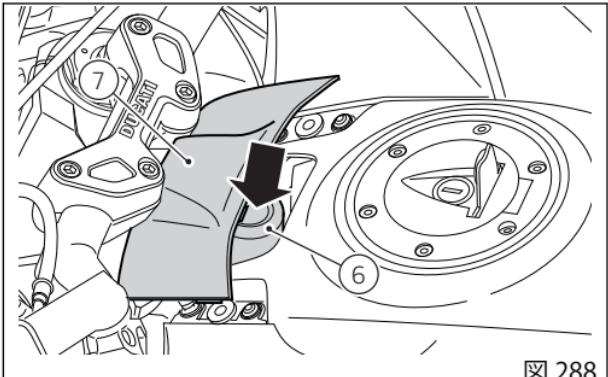
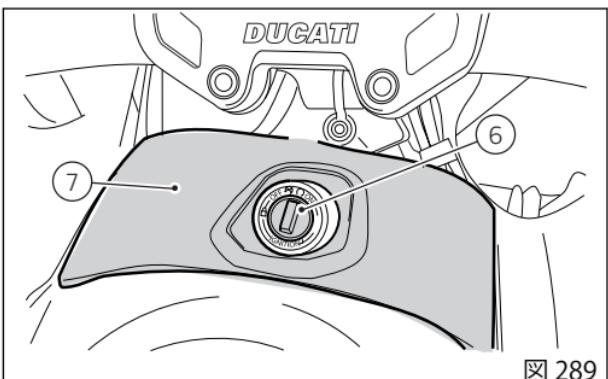
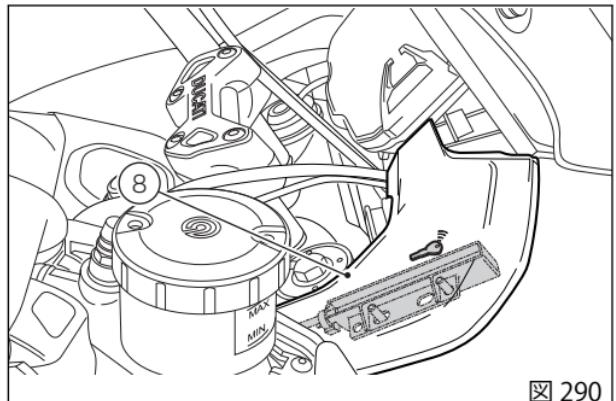

図 288
図 289
図 290
(図 288)はHands Free ブロック (6)と保護カバー(7)の位置を示し、(図 289)はUSAバージョン Hands Free ブロック (6)の位置を示します。(図 290)はアンテナ (8)の位置を示します。